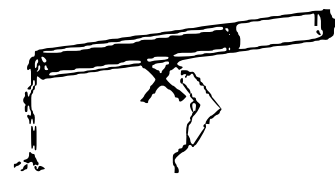

Fig. 8
- Si fuera necesario perforar en el área del motor, debe asegurarse de que la broca no dañe la carcasa del motor. Por lo tanto, se recomienda utilizar un taladro cuya longitud fuera del portabrocas sea inferior a 15 mm. Además, se deben usar remaches expansivos en lugar de tornillos. Sin embargo, si se utilizaran tornillos, asegúrese de que la distancia entre la carcasa del motor y el tornillo sea de al menos 5 mm, de lo contrario el motor podría resultar dañado (Fig. 8).